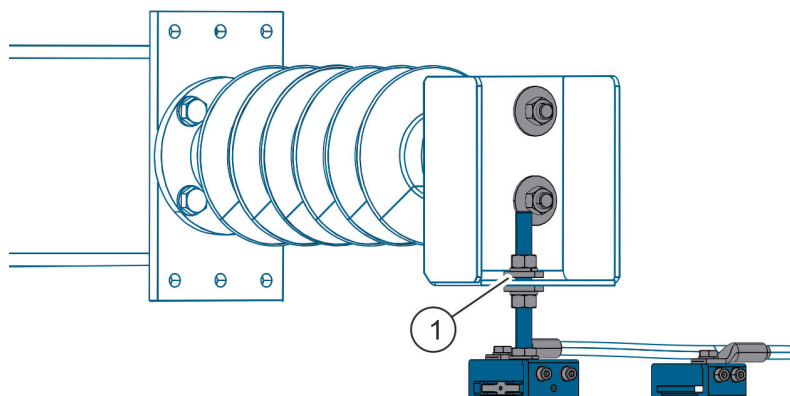

Abb. 17: Potentialausgleich montieren
4. ➤ Potentialausgleich an der Halterung (Abb. 17/1) montieren.